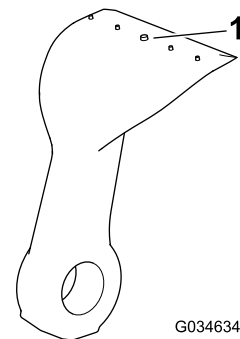

Bild 78
- Prüfen Sie jedes Messer mit der Verschleißlinie auf zu starke Abnutzung (Bild 78). Wenn ein Messer bis auf die Verschleißlinie abgenutzt ist, tauschen Sie das Messer aus.